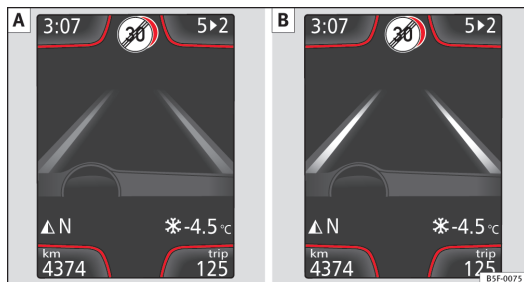

Fig. 97 Sur l'écran du tableau de bord : Indication sur l'écran de l'assistant de maintien de voie (exemple 1).
- L'assistant est activé, mais indisponible car la vitesse minimale n'a pas été atteinte ou car il ne reconnaît pas les lignes des voies ⇒ fig. 97 [A].
- L'assistant est activé et disponible, il reconnaît les deux lignes de la voie. Il n'est pas en train de corriger la trajectoire ⇒ fig. 97 [B].